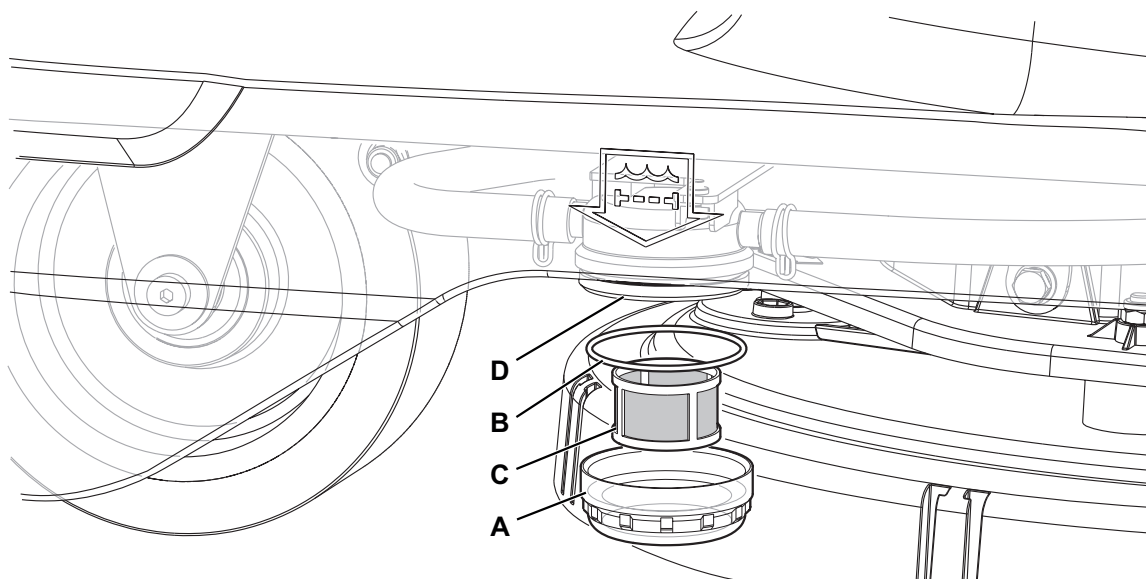

Figure 12
2. S'assurer que la machine est éteinte avec la clé opérateur (41) retirée.
3. Fermer le robinet de la solution détergente (9). Le robinet est fermé quand il se trouve dans la position (9-B) et ouvert quand il se trouve dans la position (9-A).
4. Dévisser le petit glas transparent (A, Fig. 12), récupérer le joint d'étanchéité (B), puis retirer le filet filtrant (C). Les laver et les rincer avec de l'eau, puis les réinstaller soigneusement sur le support filtre (D).